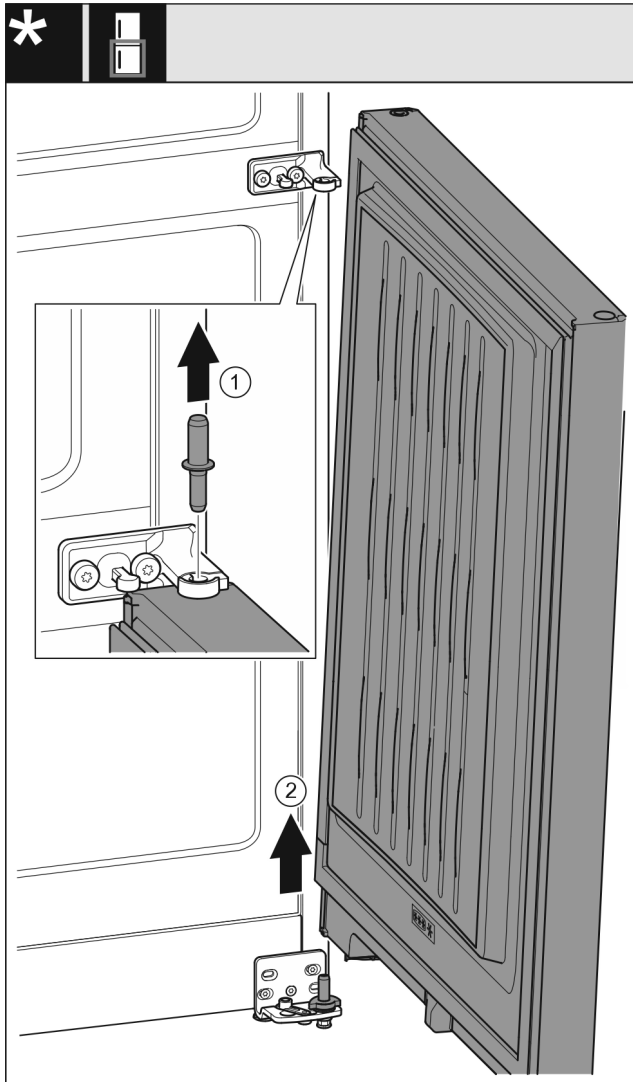

Fig. 11
- ▶ Extrageți în sus bolțul. Fig. 11 (1)
- ▶ Pivotați ușa în exterior, trageți în sus și așezați-o în lateral. Fig. 11 (2)